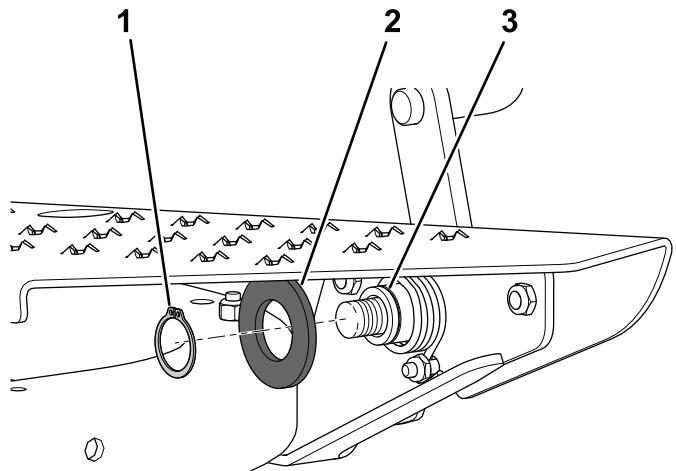

Figure 20
8. Fixez le ressort de torsion à la bague à bride avec une rondelle plate (1½" x 2") et une bague de retenue (Figure 20).